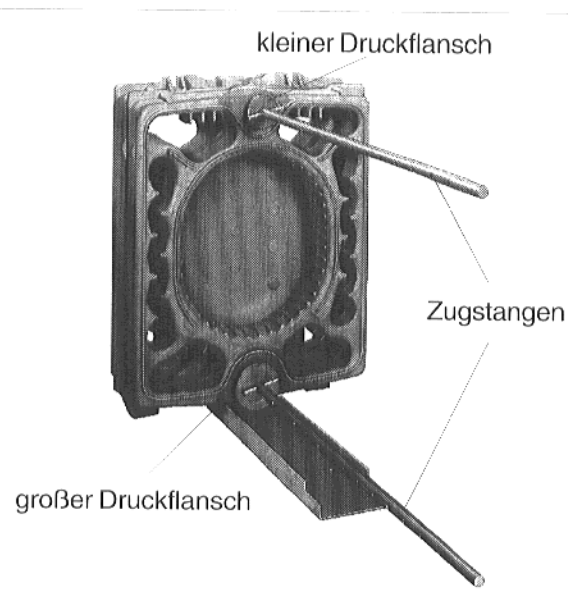

Abb. 10
- Je ein Druckflansch auf das **Kesselpreßwerkzeug** aufschieben. Ein Kesselpreßwerkzeug durch die obere und eines durch die untere Nabe der Kesselglieder schieben (Abb. 10).
- Gegenflansche auf die Zugstangen schieben und mit Zylinderstiften sichern (Abb. 10).